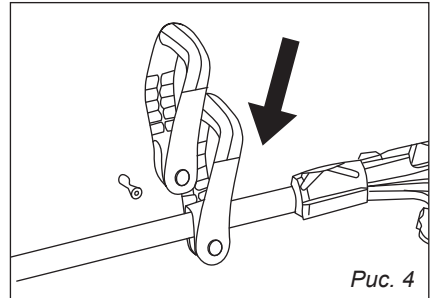

Рис. 4
2. Установите дополнительную переднюю рукоятку, защелкнув ее на штангу и зафиксируйте ее с помощью винта (рис. 4).